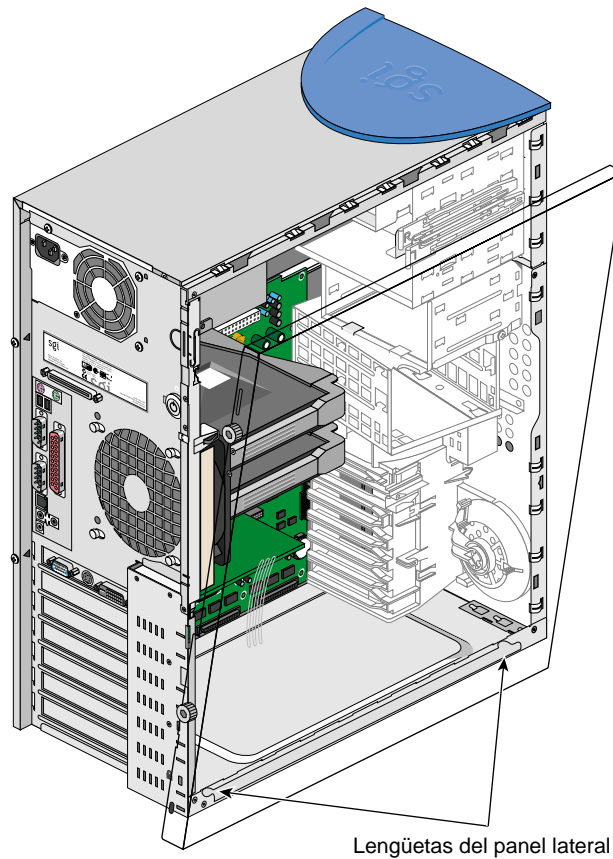

Figura 2-38 Colocación del panel lateral en el riel inferior del chasis
- Deslice el panel lateral hacia la parte posterior del sistema hasta que la pestaña posterior alcance la parte posterior del chasis y el panel no pueda avanzar más. En la Figura 2-38 se muestra el procedimiento.